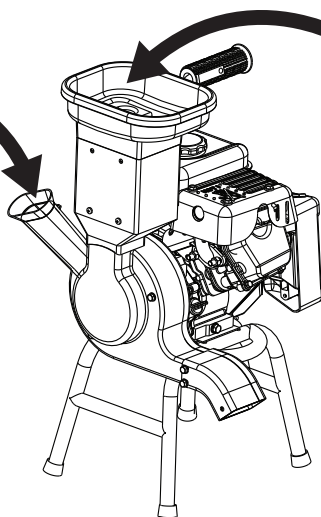

Рис. 11 Разрешенные и запрещенные для измельчения материалы
4. Складирование обрезков ветвей и листьев. На этом этапе необходимо произвести предварительную очистку материала от посторонних предметов: мелких камней, осколков стекла, керамики, предметов из металла и т.п. (Рис. 11).
НИ В КОЕМ СЛУЧАЕ не пытайтесь измельчать куски металла, камни, бутылки, банки и другие посторонние предметы (Рис. 11).